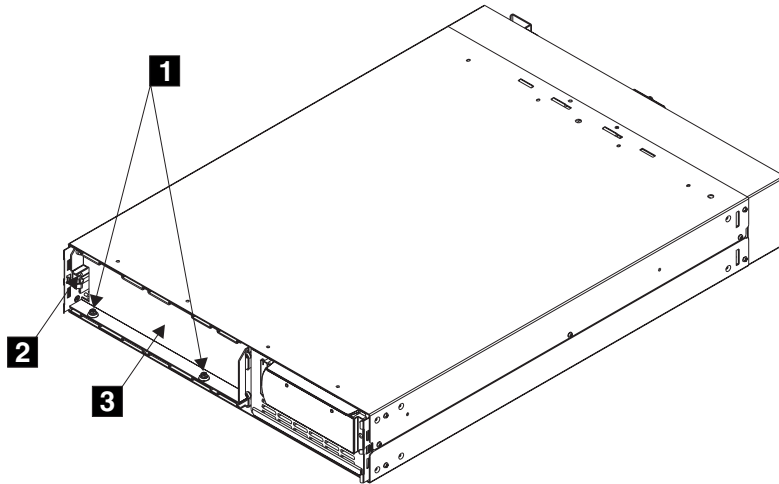

图 115. 卸下电池固定支架
3. 卸下电池固定支架 (请参阅第 168 页的图 115)。